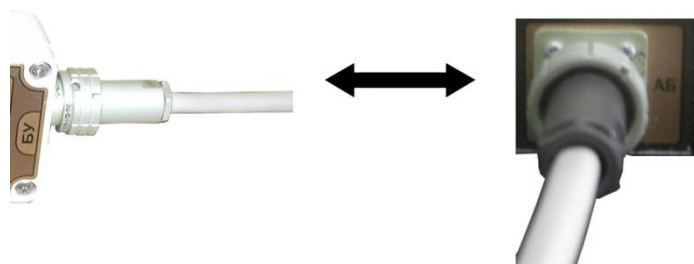

Рисунок 1.1.11. Подключение кабеля БО-485
9. Подключите кабель БО-485 (рисунок 1.1.11). Кабель пристыковывается к разъему БУ на оптическом преобразователе и разъему АБ на блоке управления (блоке управления и обработки). Подключение производить только при отключенном питании;